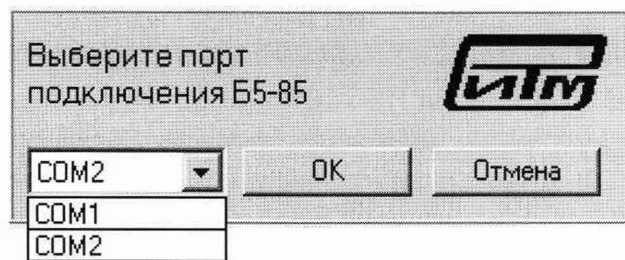

Рисунок 9.4 – Окно выбора порта подключения
- 4) В появившемся окне (см. рисунок 9.4) выберите порт подключения и нажмите ОК.